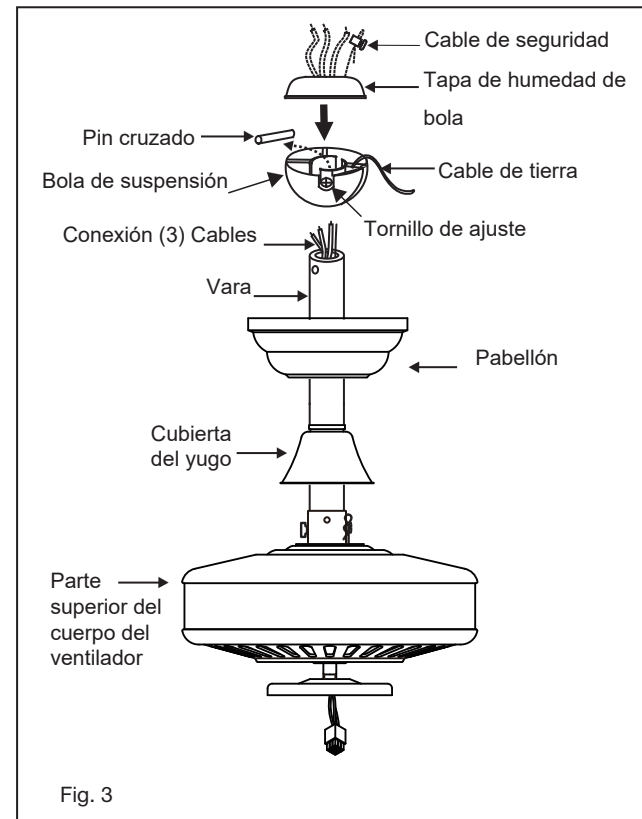

Fig. 3
- 6 Deslice la cubierta del yugo, el anillo de ajuste y el dosel sobre la varilla. (Fig. 3)
- 8 Pase los cables a través de los agujeros en la tapa de humedad de la bola de goma y deslice la tapa hacia abajo sobre la parte superior de la bola. (Fig. 3)